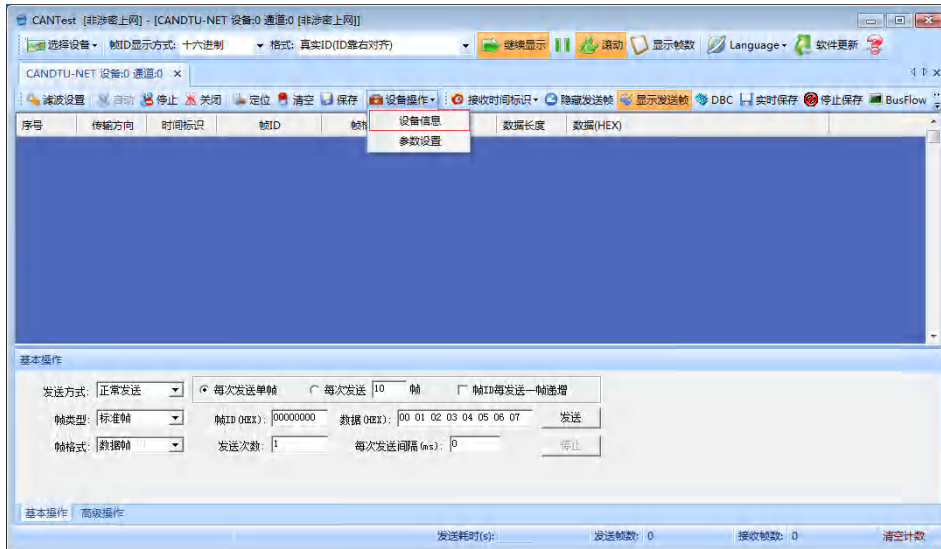

图 4.37 设备信息选择
3) 等待设备连接，也可打开“设备操作”项下“设备信息”查看当前连接的设备信息，如图 4.37 所示